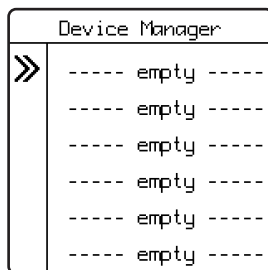

Figure 5
- Avec les touches fléchées, sélectionnez une ligne vide (----empty----) dans la liste (Fig. 5).